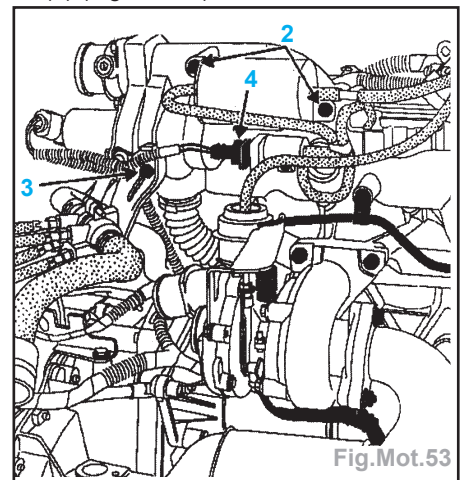

Fig.Mot.53
- la fixation (1),
- les conduits d'air (C) et (D) respectivement sur le turbocompresseur et le collecteur d'admission puis les écarter ,
- les fixations (2) de la réserve de vide,
- la fixation (3) ainsi que le connecteur (4) (Fig.Mot.53),